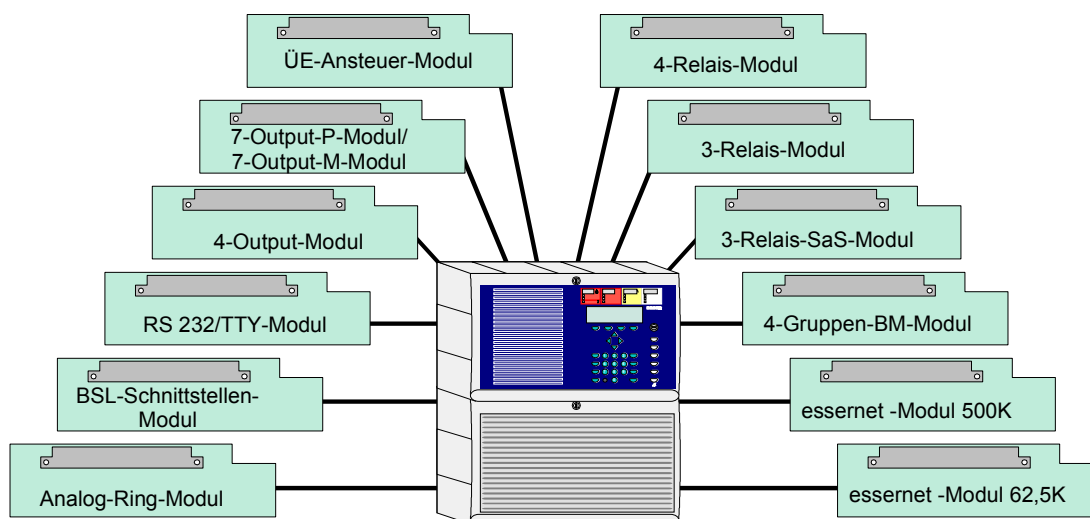

Abb. 1: Verfügbare Mikromodule des Brandmeldesystems 8000
- Zur einwandfreien Funktion der Zentrale ist der Blindstopfen (im Beipack der Zentrale) in die Öffnung des Programmiersteckers auf der Bedienfront einzusetzen (siehe Abb. 1, Kap. 2).